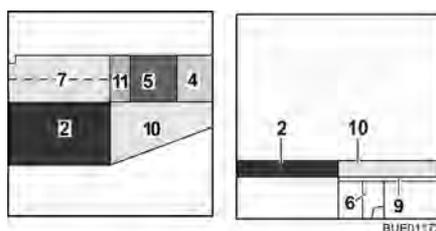

Fig. 123 Après la transformation
- Placer le coussin d'assise (Fig. 123,5) au centre.
- Placer le coussin de dossier (Fig. 123,4) entre le coussin d'assise et la cloison.
- Poser le coussin supplémentaire (Fig. 123,11) entre le coussin d'assise (Fig. 123,5) et le coussin supplémentaire (Fig. 123,7).
- Placer le coussin supplémentaire (Fig. 123,10) sur la rallonge latérale de lit.